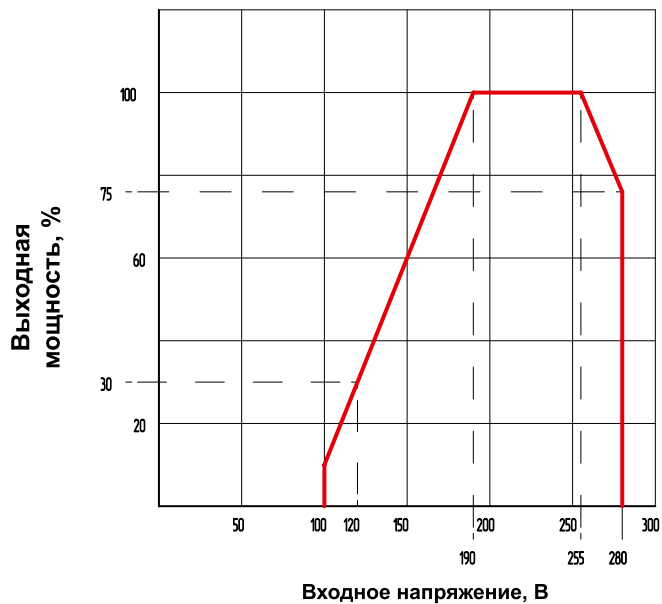

Рис.2
**3.3.** Общая полная мощность подключаемых к выходной цепи стабилизатора потребителей электроэнергии определяется с учетом зависимости максимальной полной выходной мощности от входного напряжения (Рис. 2) и определенного по пп. 3.2 диапазона входного напряжения.